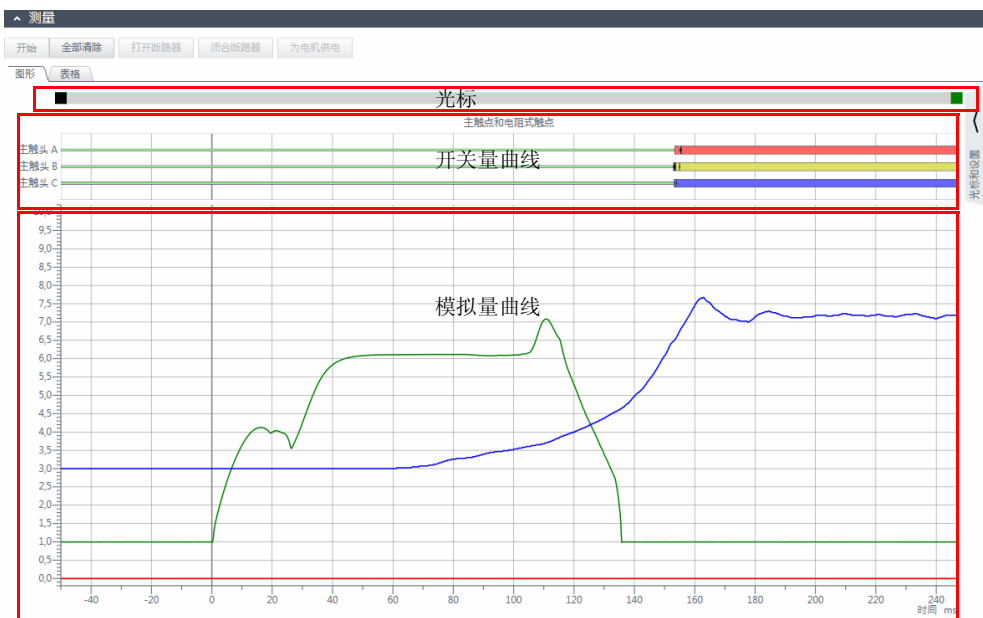

图 13-1：测量数据的图形显示示例
对于某些测试，*Primary Test Manager* 可提供测量结果的图形显示。测量结果的图形显示由以下部分组成（参见图 13-1：“测量数据的图形显示示例”）：光标、开关量曲线和模拟量曲线。*Primary Test Manager* 显示了示波器视图中的模拟量曲线。
由于图形显示可能包含使用不同单位的曲线，例如，伏特、安培或欧姆，Y 轴上的刻度未标记单位，而是无单位数字，称为格。例如，在**设置**选项卡上，您可以设置图形显示的每格代表的安培数。举例来说，第 81 页的图 13-1: “测量数据的图形显示示例”中的 B-2 (A) 通道在第七格达到最高峰值。由于 Y 轴上的偏移为 1 格，幅值为 1 A/div（参见本章前面的图 图 13-3: “光标和设置工作区：**设置**选项卡”），因此合闸线圈电流峰值约为 $(7-1) \times 1 = 6 \text{ A}$ 。